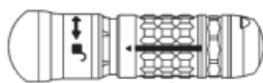

Figura 6
5. Sostenga la pieza de mano con firmeza en una mano y, con la otra, empuje y gire el casquillo de desbloqueo del accesorio hasta que la flecha esté alineada con el símbolo de desbloqueo (figura 6).